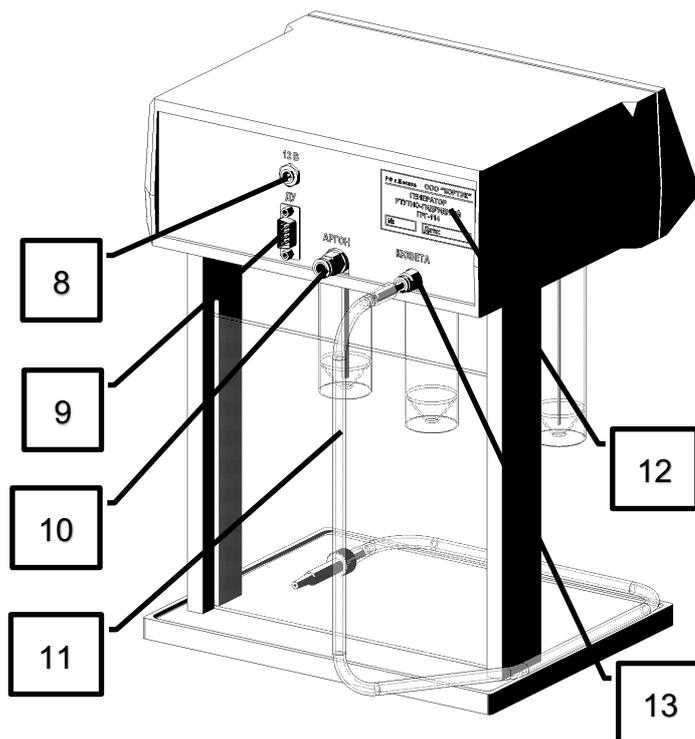

Рис. 2 Генератор. Вид сзади
- 2.2.3.** Подключить генератор к спектрометру. Для этого подключите кабель из комплекта поставки к разъему (9 на рис. 2) на задней панели генератора и к разъему «ГРГ» на задней панели спектрометра.